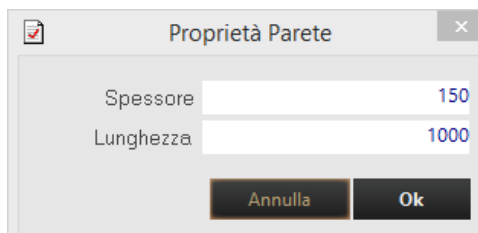

Figura 3.25: Impostazione spessore e lunghezza della parete.
- 3 trascinando la freccia gialla di fine parete si modifica la lunghezza della parete, oppure selezionandola e premendo spazio (oppure invio) si può modificare contemporaneamente lunghezza e spessore della parete, figura 3.25.